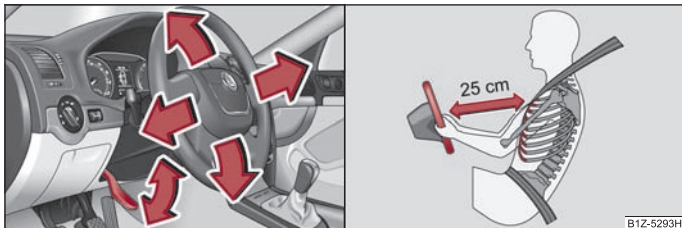

Abb. 111 Verstellbares Lenkrad: Hebel unter dem Lenkrad / Sicherer Abstand vom Lenkrad
- Schwenken Sie den Hebel unter dem Lenkrad nach unten ⇒ Abb. 111 - links ⇒ ⚠.
- Der Fahrer muss einen Abstand zum Lenkrad von mindestens 25 cm einhalten ⇒ Abb. 111 - rechts. Wenn Sie den Mindestabstand nicht einhalten, kann Sie das Airbag-System nicht schützen - Lebensgefahr!